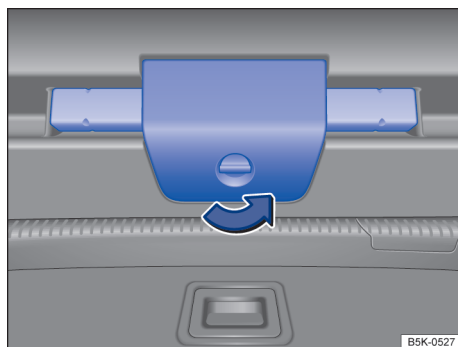

Fig. 66 Na tampa do compartimento de bagagem: abrir o suporte para o triângulo de segurança.
- Girar a tampa do suporte do triângulo de segurança em 90° em sentido anti-horário → **Fig. 66**.